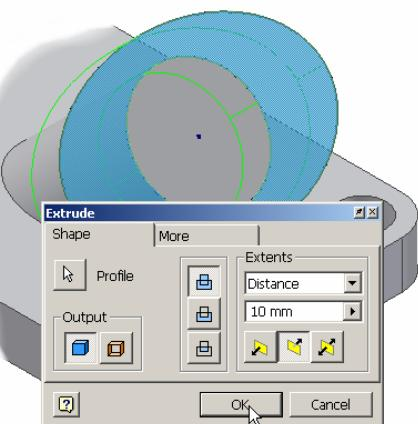

Figura 2.12.9.
- din lista **Extents** - opțiunea **Distance** - valoarea **10**, figura 2.12.9;